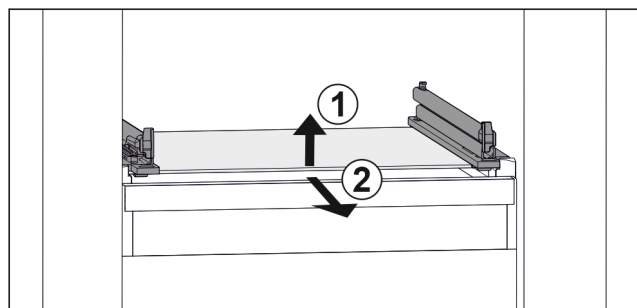

Fig. 71 Exempel på glashylla
- ▶ Lyft glashylla framtill. Fig. 71 (1)
- ▶ Ta ut glashylla framåt. Fig. 71 (2)